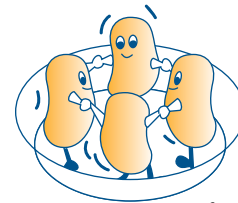

fig. 10
- 5) Indien er meerdere porties van hetzelfde voedsel bereid worden, bijvoorbeeld gekookte aardappelen, verdient het aanbeveling deze in een **ronde** schaal te leggen om een gelijkmatige bereiding te verkrijgen (fig. 10).